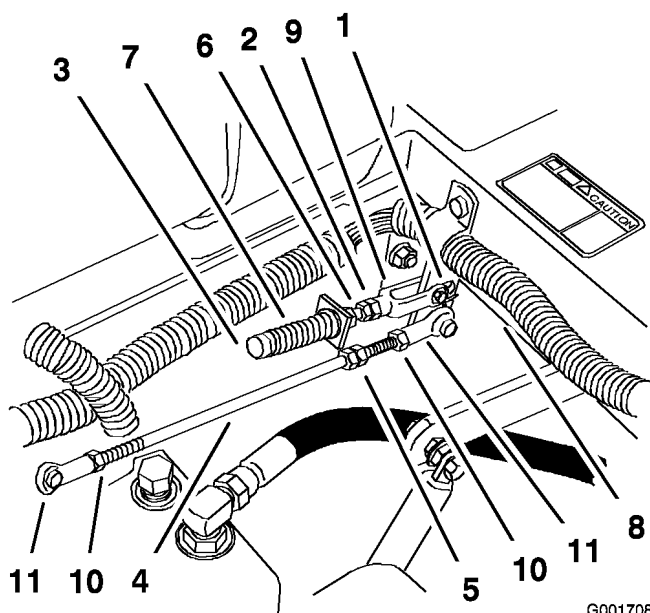

Figura 59
8. Si es necesario un ajuste, afloje la tuerca y la contratuerca contra la horquilla (Figura 59).
9. Aplique una ligera presión hacia atrás en la palanca de control de movimiento, gire la cabeza del perno de ajuste en el sentido apropiado hasta que la palanca de control esté centrada en posición de bloqueo/punto muerto (Figura 59).
10. Apriete la tuerca y la contratuerca (Figura 59).